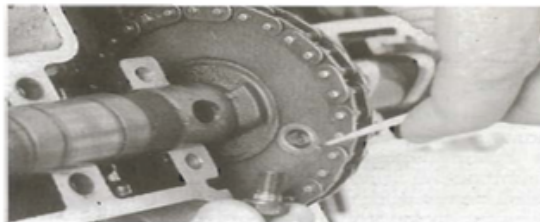

Bild 24
- Lagerdeckel «E-3» wieder abnehmen. Steuerkette vorn (Auslassseite) straff ziehen und so auf Kettenrad auffädeln, dass Kettenradbohrung mit Körnermarkierung nach oben weist (Bild 24). Dabei Nockenwelle nicht mehr verdrehen! Befestigungsschraube handfest eindrehen.